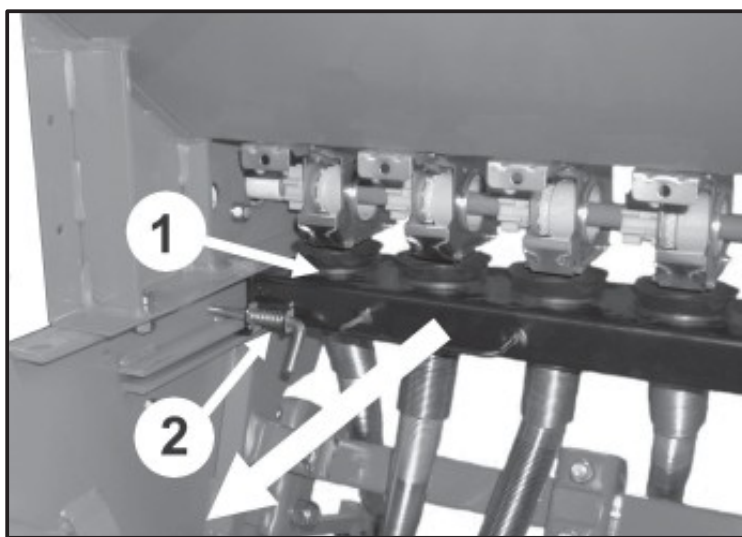

fig. 13
1) Spostare la barra dei tubi di caduta (1, fig. 13) verso avanti, sollevando i perni di bloccaggio (2, fig. 13) che la fissano in posizione di lavoro fino alla posizione tale per cui si può mettere il vassoio .